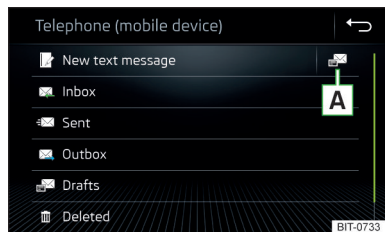

Fig. 208
- ▶ Dans le menu principal *Téléphone*, appuyez sur la touche de fonction  Un menu pour les messages texte s'affiche » fig. 208.
- ▶ Dans le menu principal des messages texte, actionnez la touche de fonction  » fig. 208 à la page 180.